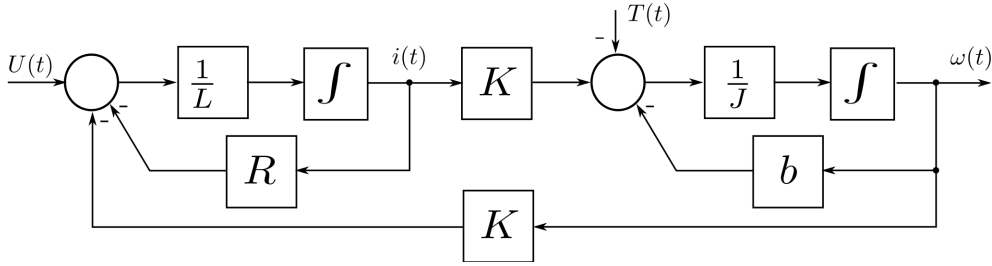
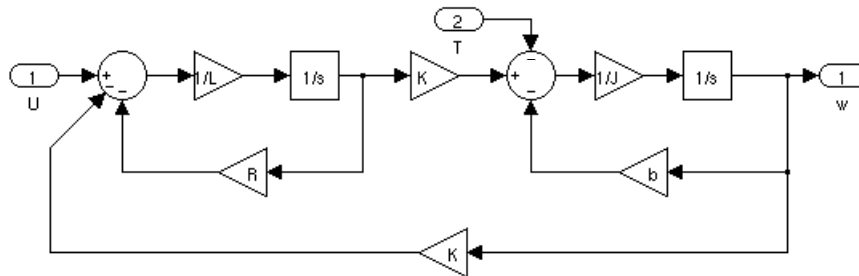

Figura 2: Diagrama de bloques del MCC con flujo de excitación constante.
Figura 4: DB en Simulink del sistema de la Figura 2.
El modelo dinámico del MCC dado por el sistema de ecuaciones diferenciales en (3) puede representarse mediante un Diagrama de Bloques (DB) como el detallado en la Figura 2.
1. A partir del DB de la Figura 2, obtenga analíticamente las FTs $U \rightarrow \omega$ y $T \rightarrow \omega$ para valores genéricos de los parámetros. Para esto, vélgase de los conocimientos que posee sobre álgebra de bloques.
4. Construya el DB de la Figura 2 en **Simulink**. Utilice los bloques **In** y **Out** para designar las entradas y salidas del DB tal como se muestra en la Figura 4. Para facilitar la modificación de los valores de los parámetros, coloque en cada bloque los nombres de los parámetros y defina sus valores en el espacio de trabajo de **Matlab**.
- A partir del DB en Simulink de la Figura 4 obtenga un modelo interno de Ecuaciones de Estado/Ecuaciones de Salida (EE/ES) del sistema utilizando el comando `linmod ([A,B,C,D] = linmod('nombreDeSuModeloDeSimulink'))`.